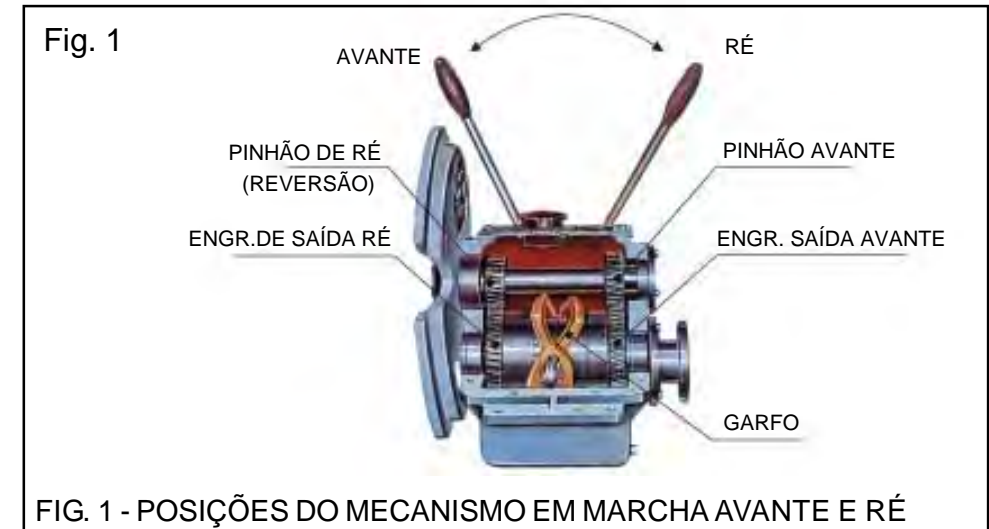

FIG. 1 - POSIÇÕES DO MECANISMO EM MARCHA AVANTE E RÉ
2.2.2 - Enquanto o motor está em funcionamento, o pinhão de acionamento avante, localizado na extremidade traseira do eixo de entrada, está diretamente acoplado à engrenagem de saída avante no eixo de saída e o pinhão de acionamento da ré, localizado na extremidade anterior do eixo de entrada está conectado através de um pinhão intermediário à engrenagem de saída de ré localizada no eixo de saída. As engrenagens de saída avante e ré giram livremente e são acopladas ao eixo de saída através dos pacotes de embreagem avante e ré (FIG. 1).